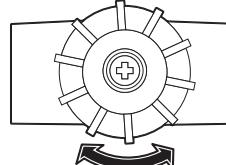

Рис. 1
Рис. 1а
Рис. 1б
- Для замены снимите имеющийся адаптер с кронштейна щитка, начиная с правой стороны. Отогните конец кронштейна указательным пальцем левой руки, после необходимо большим пальцем правой руки выдвинуть адаптер движением вперед (см. рис. 1). Аналогичную операцию повторите с левой стороны щитка.